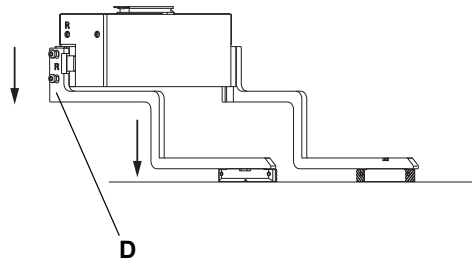

Abb. 5-6 Greiferfinger montieren/
- 3 Verbinden Sie den Waschschlauch (A) und den Abfallschlauch (B) mit den entsprechenden Anschlüssen der Wascheinheit und des Waschblocks (Achten Sie auf die Schlauchbeschriftungen, D).
- Beachten Sie auch Abb. 5-8, Abb. 5-6.